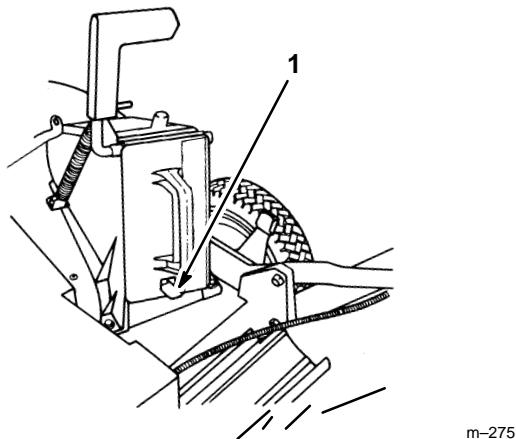

Figure 13
- Empuje el tapón al máximo, hasta que la presilla de resorte al extremo del mismo encaje en su lugar, fijando el tapón de manera segura en el canal de descarga (Fig. 13). Suelte el asa de la puerta de descarga para asegurar la parte superior del tapón.